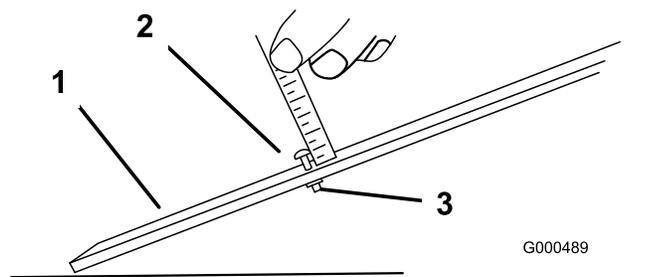

図 8
1. ゲージバーのナットをゆるめ、調整ボルトを希望の刈り高に合わせる図 8